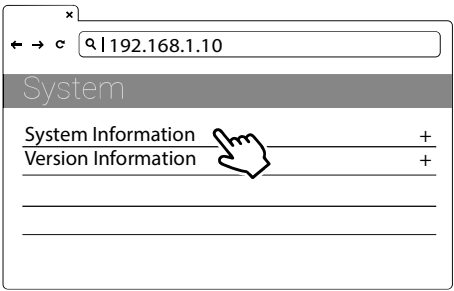

Figure 4-12. Informations sur la date et l'heure
- 3) Sélectionner : SET I Network I System Information I System DateTime. Se référer à la figure 4-12 ci-après.